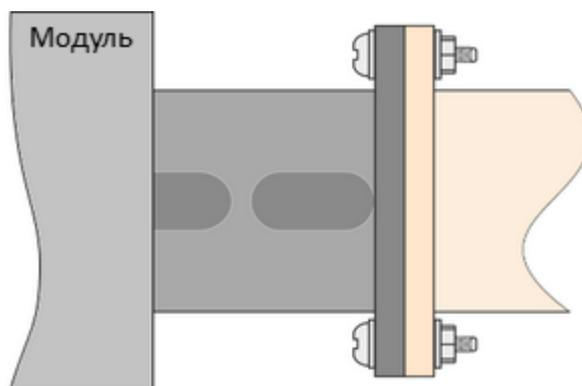

Рисунок 10 – Подключение волноводов
- аккуратно совместить фланцы подключаемых устройств так, чтобы совпала ориентация стенок их волноводов (см. рисунок 10);